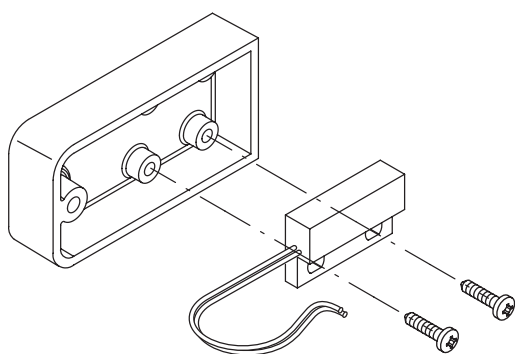

Fig.3
2. Bevestig de twee magnetische sensoren op de steunen zoals aangegeven in (Fig.3)